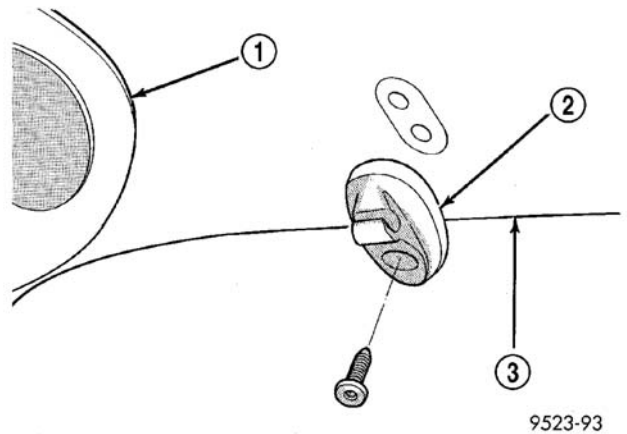

图 16 遮阳板支架
- （2）拆卸将支架固定到车顶的螺钉（图 16）。
- （2）安装将支架固定到车顶的螺钉（图 16）。